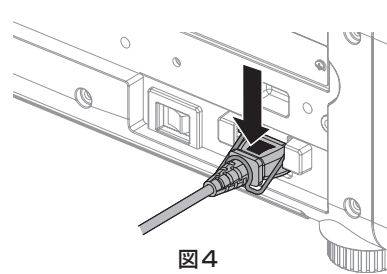

図4
- 4) 電源コードホルダーの先端を電源コードにしっかりとめ込んで、電源コードを固定する（図4）